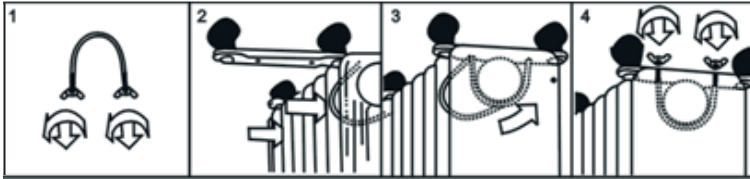

ABB. 2
- Drehräder anbringen (**6**) – **Abb. 2**
2. Metallunterlagen unter die Räder mittels Klammern und Muttern (**Abb. 2**) anbringen. Die Unterlagen sind wie in fot. 1 unterzubringen.